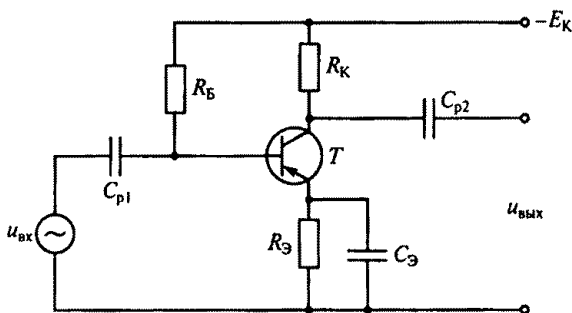

Рис. 207
8.26. В схеме усилительного каскада с общим эмиттером на рис. 207 введена температурная эмиттерная стабилизация при помощи цепочки $R_{\text{э}}$, $C_{\text{э}}$. Каким должно быть емкостное сопротивление $x_{C_{\text{э}}}$ конденсатора $C_{\text{э}}$, чтобы при этом не изменился коэффициент усиления каскада по напряжению?